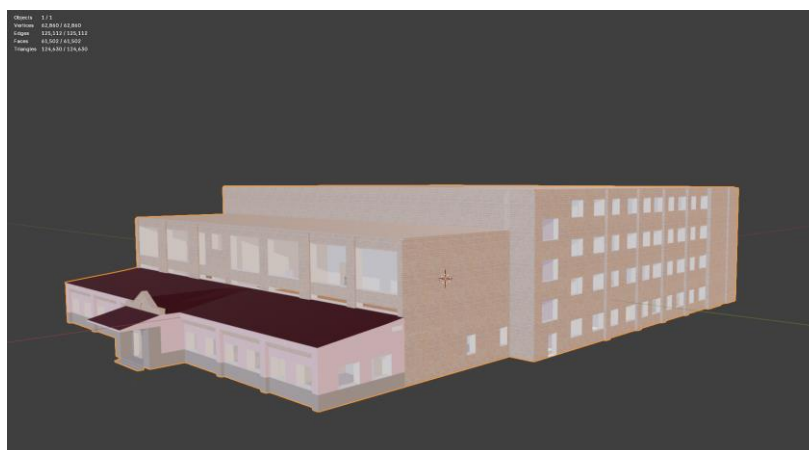

Рисунок 1. Корпус университета
1. Оптимизация корпуса университета (рис.1).